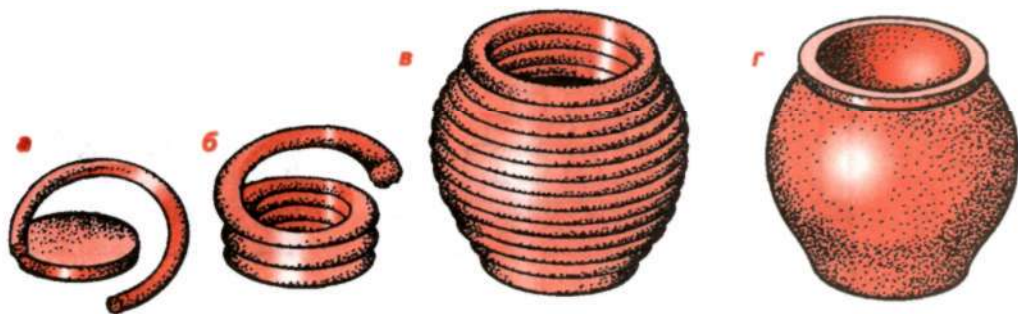

Рис. 96
**Лепка и обжиг глиняной посуды.** Домашняя русская печь исправно служила и в качестве гончарного горна. В ней с успехом обжигали посуду и глиняные игрушки. При этом деревенские керамисты довольно часто обходились без гончарного круга, используя древнейшую технологию лепки сосудов, в том числе и печных горшков, из глиняных жгутов (рис. 96). Лепить горшок начинали с изготовления доньшка. Между ладонями раскатывали ком глины, а затем полученный шар расплющивали, превратив его в круглую лепешку, которую
использовали в качестве доньшка будущего горшка. Из другого куска глины скатывали на поверхности скамьи или стола жгут толщиной примерно в палец. Один конец жгута приклеивали жидкой глиной сверху вдоль края доньшка (рис. 96, а). Затем к его торцу присоединяли следующий жгут и плотно укладывали его сверху, постепенно расширяя диаметр витка (рис. 96, б). Так, виток за витком наращивали стенки сосуда. По мере приближения к горловине диаметры витков постепенно уменьшали (рис. 96, в). Затем ребристые стенки сосудов выравнивали деревянным ножом и разглаживали мокрой тряпкой (рис. 96, г). Одна крестьянка Вятской губернии о традиции изготовления и обжига в русской печи керамической посуды рассказывала так: «Каждая семья изготавливала для себя горшки, чашки, стаканы, корчажки и другие изделия из глины. Гончарным ремеслом занимались и занимаются женщины... Когда тесто (глиняное — Г.Ф.) готово,